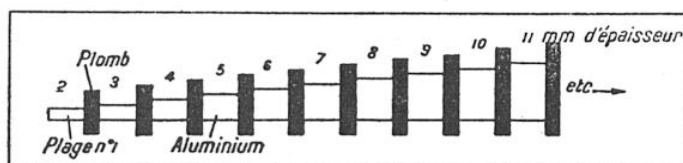

FIG. 6. — SCHÉMA D'UNE ÉCHELLE POUR L'ÉTALONNAGE DES FILMS
Pour un disque de dimensions convenables (20 cm de diamètre), la différence de noircissement entre la première et la dernière page n'est pas grande. Pour en obtenir de plus grandes, on a recours à la méthode des gradins, en utilisant une échelle d'épaisseurs croissantes d'aluminium, séparées par des intervalles en plomb (pour éviter le rayonnement latéral), suivant le modèle de la figure 6 (2).